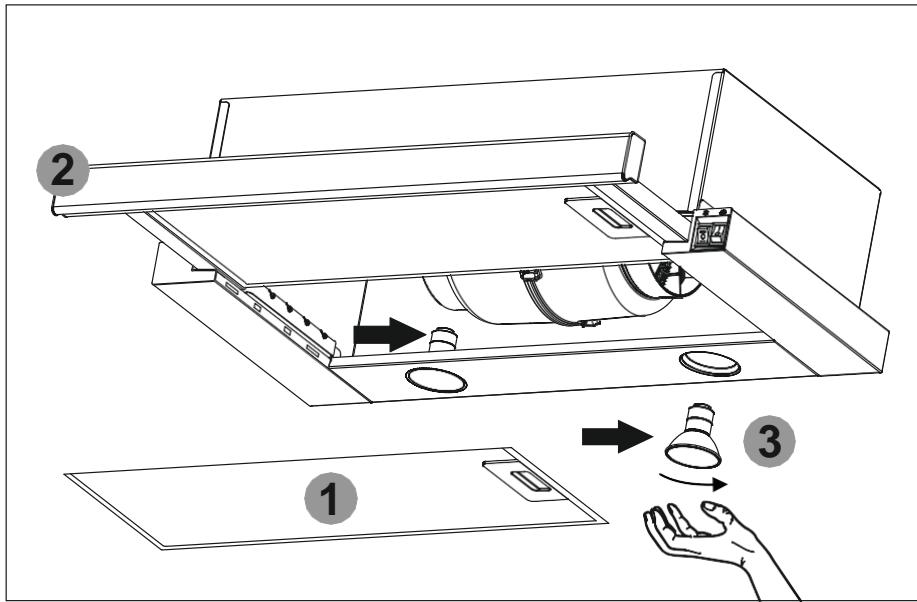

Рис.7
**8.9** На вытяжке установлены **HALOGEN** лампы подсветки рабочей зоны плиты. Перед началом замены ламп освещения необходимо отключить вытяжку от электросети, дать возможность охладить лампам. Для замены лампы необходимо снять алюминиевый фильтр **1**, вытянуть выдвижную панель с фильтром **2**, отжать держателя патрона на себя, чтобы лампа **3** вышла из корпуса вытяжки, удерживая держатель патрона, слегка надавить на лампу в направлении патрона и, повернув ее против часовой стрелки, вынуть из корпуса вытяжки (**рис.7**).